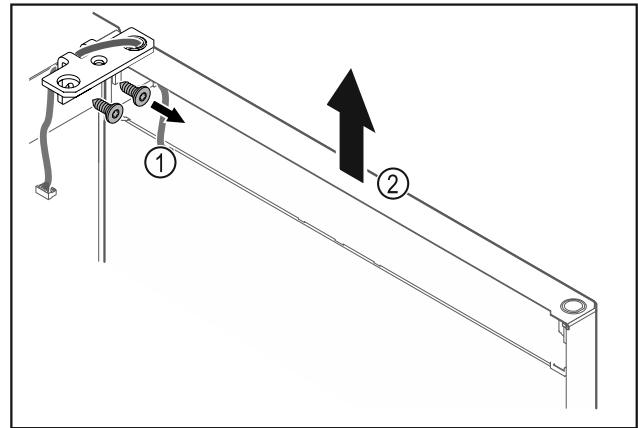

Fig. 17
- Skru av hengselvinkelen Fig. 17 (1).
- Løft døren og hengselvinkelen Fig. 17 (2) ca. 200 mm rett opp, og ta den av.